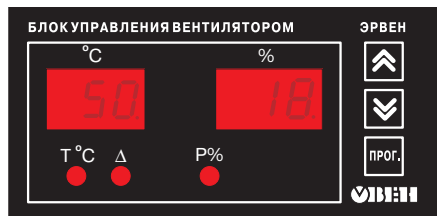

Рис. 1
3.2.1. На лицевой панели прибора (рис. 1) находятся два трехразрядных цифровых индикатора ("°C" и "%"), показывающих значение температуры и скорости вращения вентилятора, соответственно.